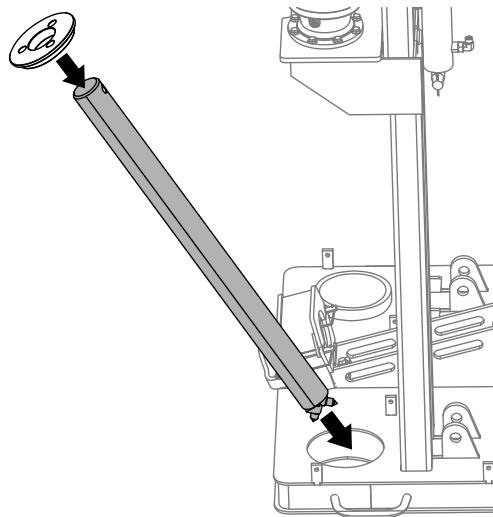

Figura 6
1. Deslice la guía de la estaca sobre la parte superior de la estaca para roca y coloque la estaca en la máquina, como se muestra en Figura 6.